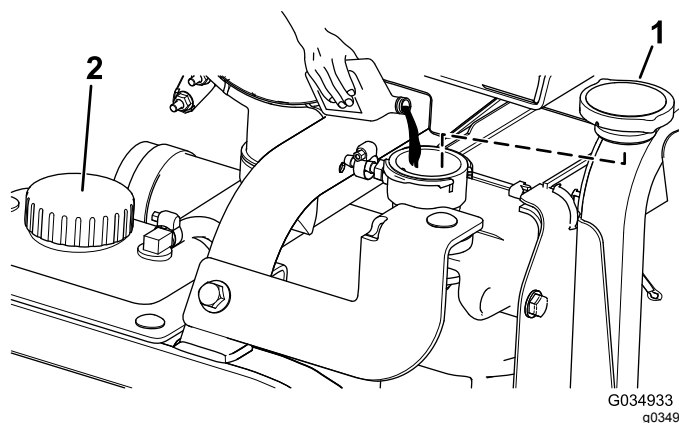

Figura 125
- Llene el radiador de refrigerante hasta que el nivel de refrigerante llegue al borde del orificio de llenado (Figura 125).